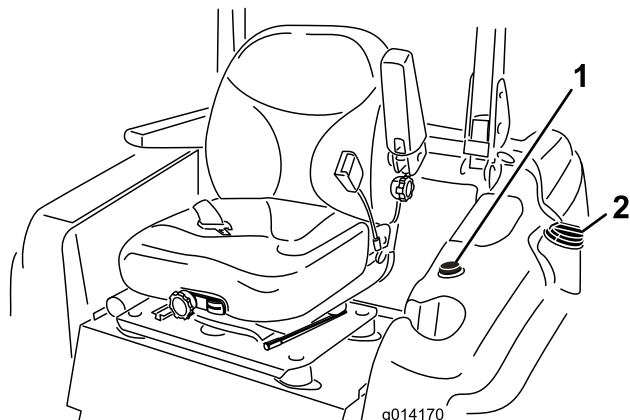

図 11
3. 燃料タンクのキャップの周囲をきれいに拭いてからキャップを取る (図 11)。